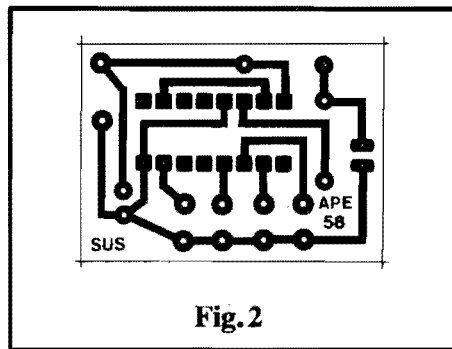

Fig.2
- FIG. 2 - LAY OUT DO CIRCUITO IMPRESSO ESPECÍFICO - A simplicidade e o reduzido número de componentes do circuito, reflete-se claramente no **lay out** do padrão cobreado do Circuito Impresso (em tamanho natural, na figura...), cujo desenho é também pequeno, descomplicado e "descongestionado"... A presença do Integrado (com suas inevitáveis ilhazinhas muito pequenas, próximas umas das outras, e rigorosamente alinhadas...), na prática exige que a traçagem seja feita com o auxílio de decalques apropriados (o que não deve apresentar problemas ao Leitor/Hobbysta "juramentado"...). Os costumeiros cuidados devem ser tomados, não só na traçagem, como também na corrosão, furação, limpeza